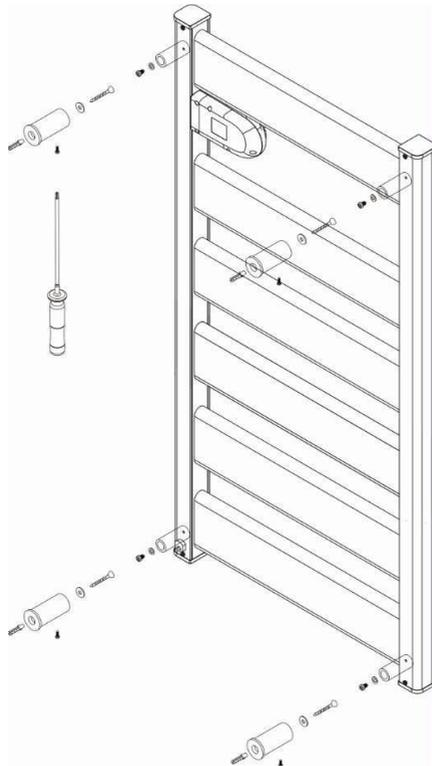

Fig. 4
6. Introduire les supports (Ø 19) fixés à l'appareil dans les supports (Ø 26) fixés à la paroi et viser la vis de fixation du support à la paroi, tel qu'il est montré à la figure 4 et 5.